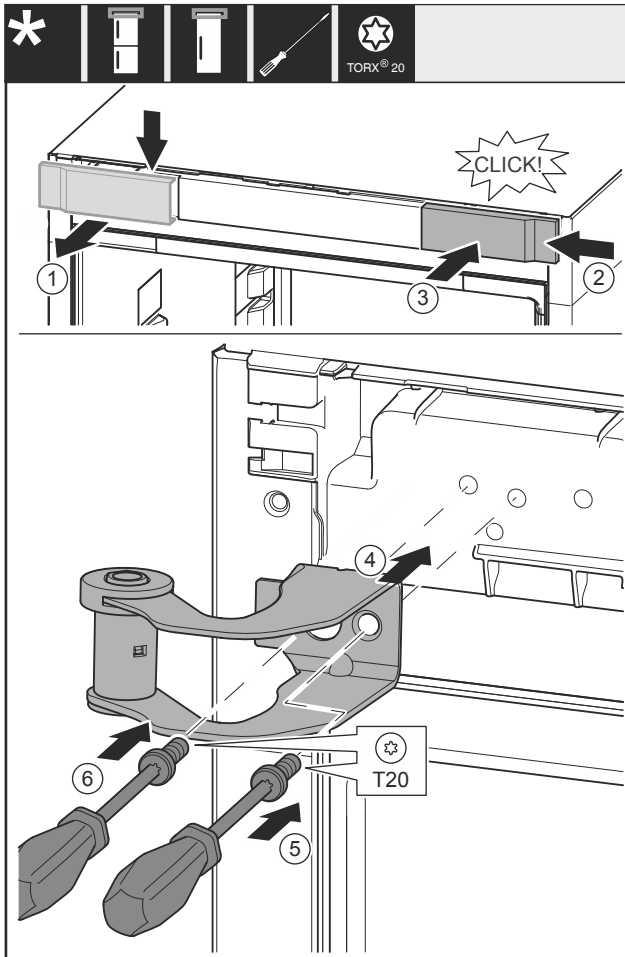

Fig. 20
- Abdeckung Fig. 20 (1) von oben nach vorne abnehmen.
- Abdeckung Fig. 20 (2) um 180° gedreht auf der anderen Seite von rechts einhängen.
- Abdeckung Fig. 20 (3) einrasten.
- Oberen Lagerbock Fig. 20 (4) ansetzen.
- Schraube Fig. 20 (5) festdrehen.
- Schraube Fig. 20 (6) festdrehen.